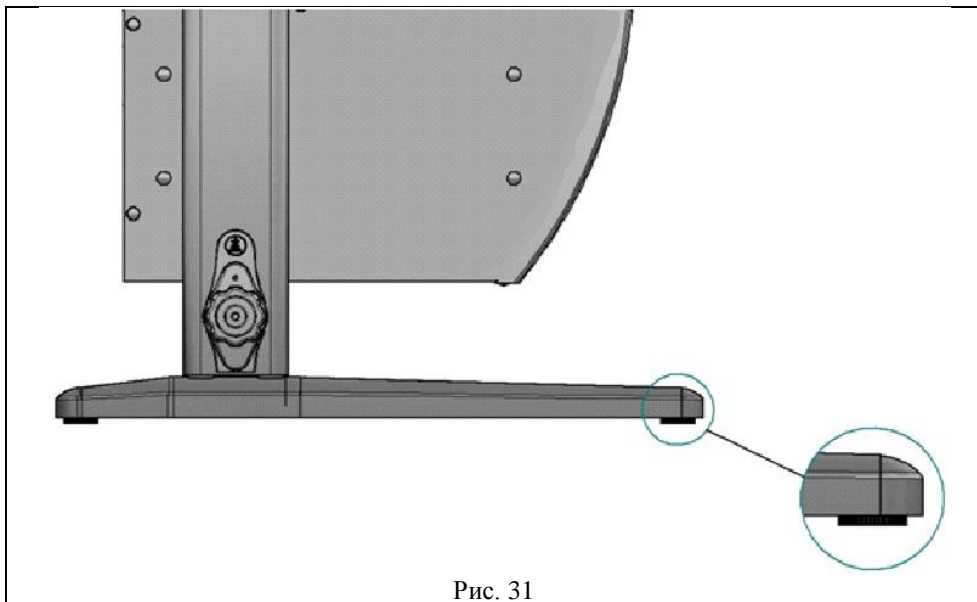

Рис. 31
5.1. Стол следует устанавливать на ровную горизонтальную поверхность, обеспечивающую опору всех ножек, при необходимости отрегулировать стол ножками (см. рис. 31) до горизонтального положения столешницы.